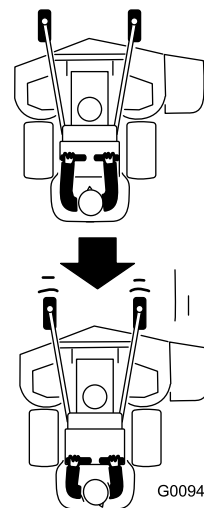

図 24
2. 走行コントロールレバーをゆっくりと後ろに引く 図 24。